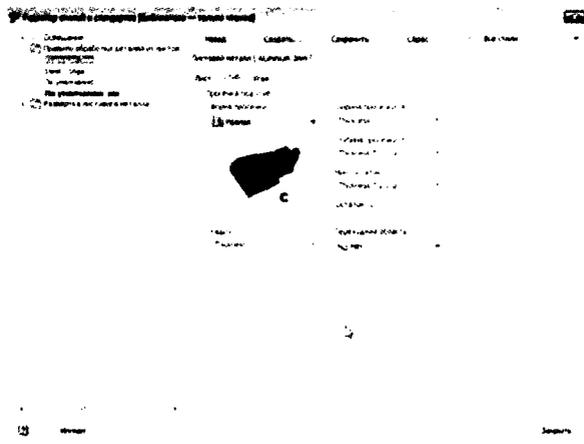

Рис. 10.3. Используйте вкладку Гибка, чтобы управлять радиусом гибки и тем, как кромки включаются в лист
8. Переключитесь на вкладку **Гибка**, измените форму просечки на **Рваная** и радиусгиба **2 мм**, как показано на рис. 10.3.